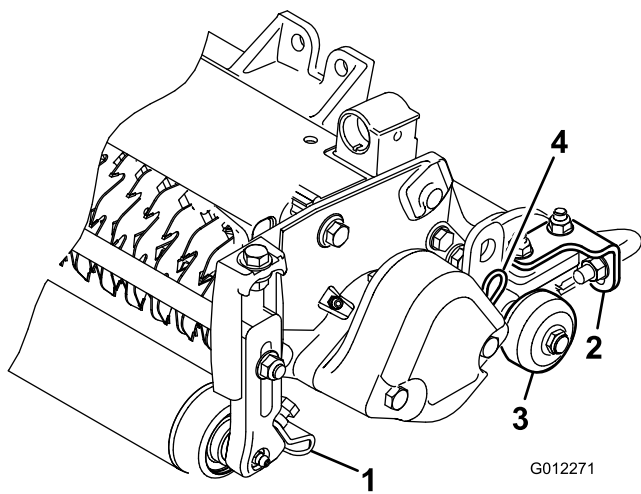

Figure 6
1. Desserrez les écrous à embase qui fixent les racloirs de rouleaux (Figure 6).
Avant d'abaisser les verticutters au sol ou de les déposer du groupe de déplacement, abaissez les rouleaux de transport (Figure 6) pour ne pas endommager les lames au contact de la surface dure.
Les verticutters peuvent être installés à n'importe lequel des trois emplacements sur le groupe de déplacement. La Figure 6 montre l'orientation du moteur d'entraînement hydraulique pour chaque emplacement. Aux emplacements exigeant de monter le moteur du côté droit du verticutter, montez un contrepoids du côté gauche. Aux emplacements exigeant de monter le moteur du côté gauche, montez un contrepoids du côté droit.